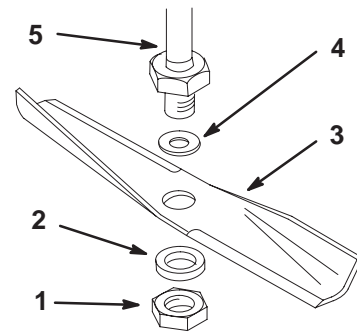

Figure 25
**Remarque :** Vérifiez que la lame et les fixations sont montées aux positions illustrées à la Figure 25.
3. Enlevez l'écrou, la rondelle plate, la lame et la rondelle (épaisse) (Fig. 25). Pour enlever le boulon, bloquez éventuellement la lame en introduisant une cale en bois entre la lame et le carter de tondeuse.
1. Montez la rondelle, la lame, la rondelle plate et l'écrou (Fig. 25).